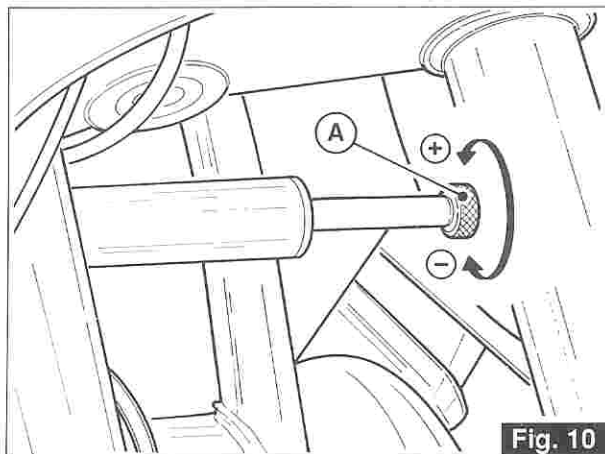

Fig. 10
3.14 AMMORTIZZATORE DI STERZO (fig. 10)
3.14 STEERING DAMPER (fig. 10)